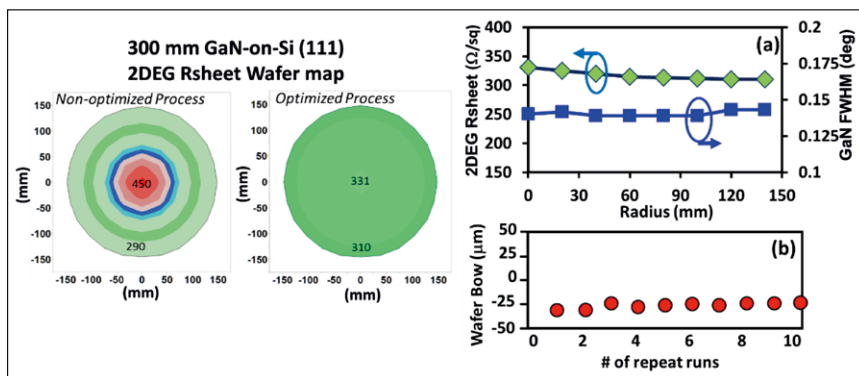

图3. 这是从Intel的一种适于生产的300mm GaN外延工艺获得的优化和一致数据。图中数据分布包括: 二维电子气体薄层电阻, GaN晶体质量(依据x射线衍射峰值的FWHM进行评估), 以及300mm晶圆翘曲度。
宝石、SiC 和硅。使用最普遍的平台是3/4英寸SiC (这两者均相对昂贵), 以及4/6/8英寸的Si (111)。与此相反, 我们采用的是具成本效益的300mm Si (111) 衬底 (图3)。在该平台上, 我们在自己的300mm晶圆厂内将GaN与最先进的高 $\kappa$ 值电介质金属栅极技术相结合。这支持增强模式操作和栅极堆叠微缩, 并最终实现高性能和低泄漏, 这是提高效率的关键。值得注意的是, 这种泄漏的减少是很显著的, 优于肖特基栅 GaN HEMT 的幅度可